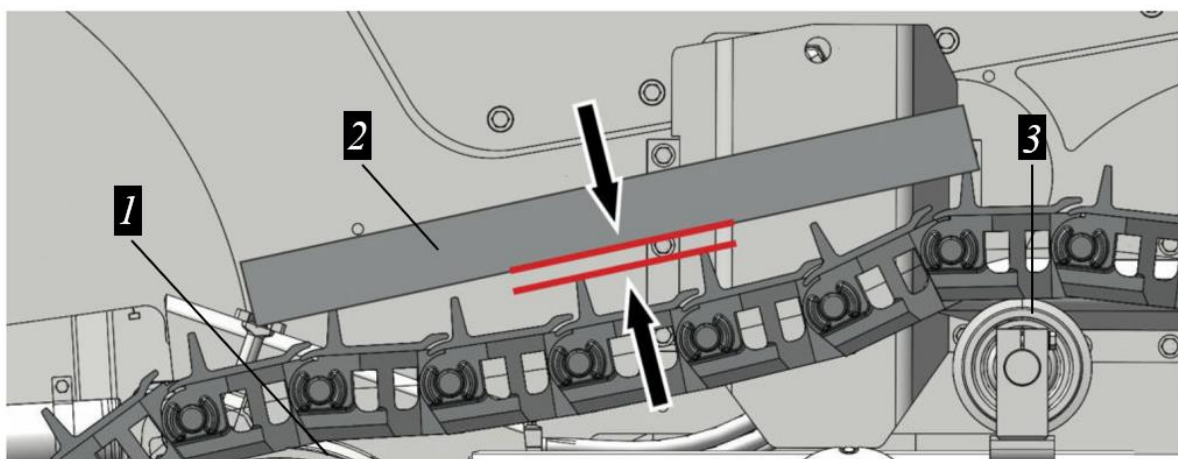

Рисунок 3.125. Проверка натяжения гусеницы
- ▶ Разместите измерительную линейку на гусенице между натяжным колесом и крайнем (ближайшем) поддерживающим катком см. рис. 3.125 или между ведущей шестерни и крайнем (ближайшем) поддерживающим катком.
- ▶ Измерить провисание гусеницы на свободном участке цепи между нижней кромкой измерительной линейки и грунтозацепом звена, см. рис. 3.125.